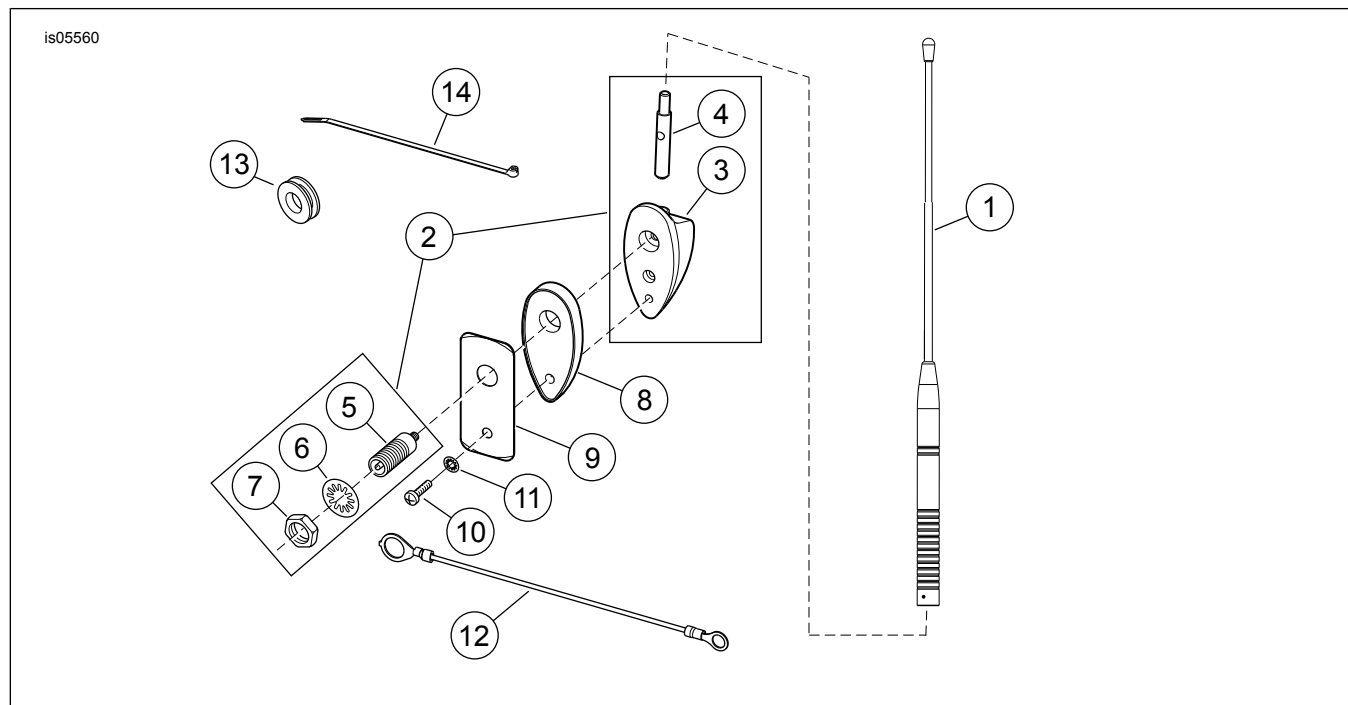

Figura 4. Parti di ricambio: Antenna AM/FM con attacco per il Tour-Pak
Vedere Figura 4 e Tabella 1.
1. Vedere Figura 4. Prendere il gruppo base dell'antenna (2) dal kit. Rimuovere il dado esagonale (7) e la rondella di sicurezza a denti interni (6) dal gruppo della presa (5) sulla base.
2. Montare la guarnizione della base (8) sulla base dell'antenna.
3. Con il prigioniero dell'alberino dell'antenna (1) rivolto verso l'**alto**, posizionare il gruppo della base sopra i fori eseguiti in precedenza nella parete posteriore esterna del Tour-Pak. Assicurarsi che il gruppo della presa (5) passi nel foro più grande (superiore).
4. Posizionare la piastra di rinforzo dell'antenna (9) all'interno del Tour-Pak. Prendere il cavo di massa (12) dal kit, quindi posizionare il terminale ad anello grande sopra il gruppo della presa. Usare il dado esagonale (7) e la rondella di sicurezza (6) per fissare il cavo di massa al gruppo della presa ma, per il momento, non stringere a fondo.
6. Installare la vite TORX® (10) e la rondella di sicurezza piccola (11) attraverso il foro più piccolo (inferiore) della piastra di rinforzo dell'antenna, nella base di quest'ultima. Serrare la vite a fondo. Serrare il dado esagonale a fondo.
7. Serrare il gruppo dell'alberino dell'antenna (1) sull'adattatore della base dell'antenna.